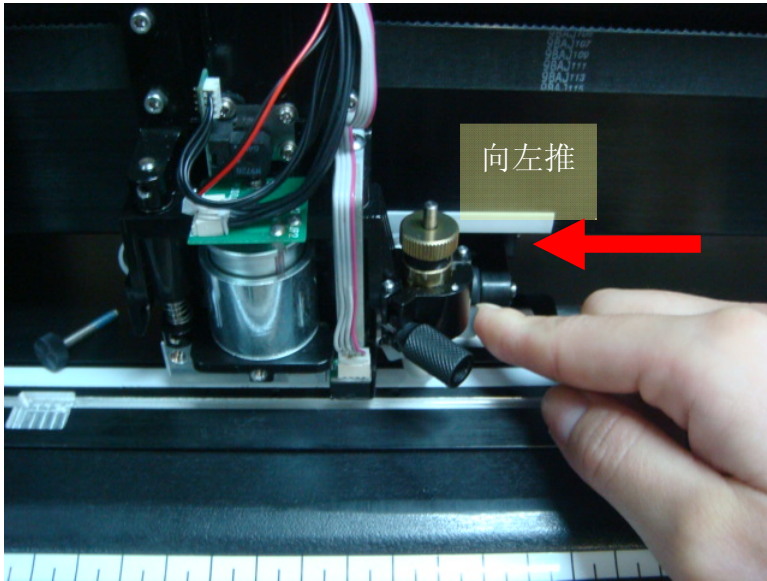

图 2-50
**步骤 9** 向左推金属小板，同时向上推自动切割模组，自动切割模便装回到笔车上了（图 2-50 和